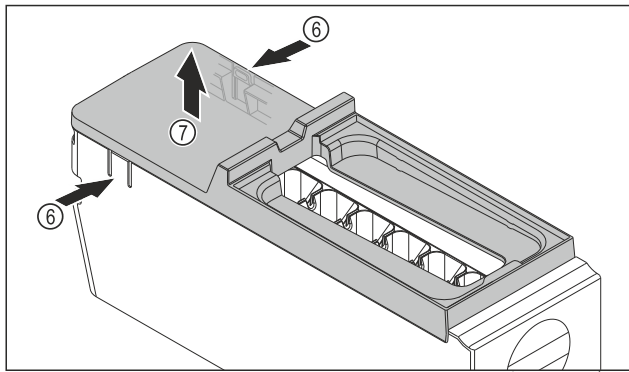

Fig. 92
- ▶ Izvadite poklopac tijela sustava EasyTwist-Ice: Pritisnite jezičke Fig. 92 (6) na obje strane tijela sustava EasyTwist-Ice jednom rukom.
- ▶ Poklopac Fig. 92 (7) drugom rukom izvucite prema gore.